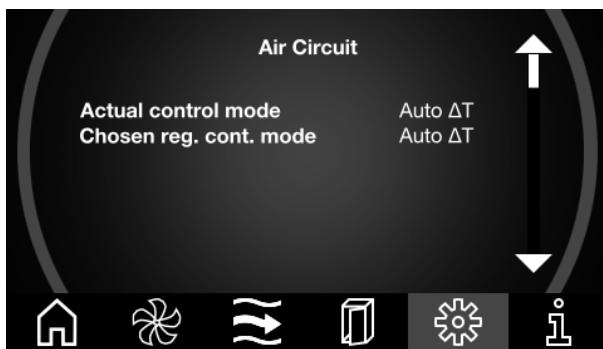

Abb. 113: Bildschirmseite „Air Circuit“
- Blättern Sie von der Bildschirmseite „Air Circuit“ (Abb. 113) mit den Pfeiltasten auf die zweite Bildschirmseite.